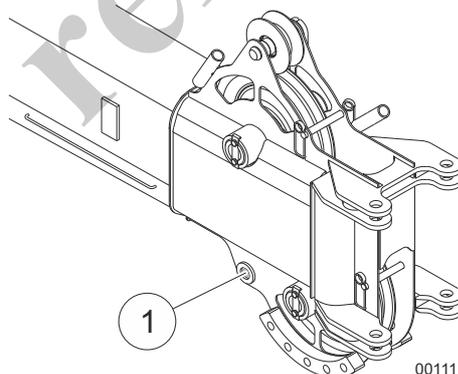

Fig. 202 Instalación de un cable para tirar de la pluma de extremo
- 14 Instale un cable en la argolla (1, Fig. 202) en la pluma de extremo.